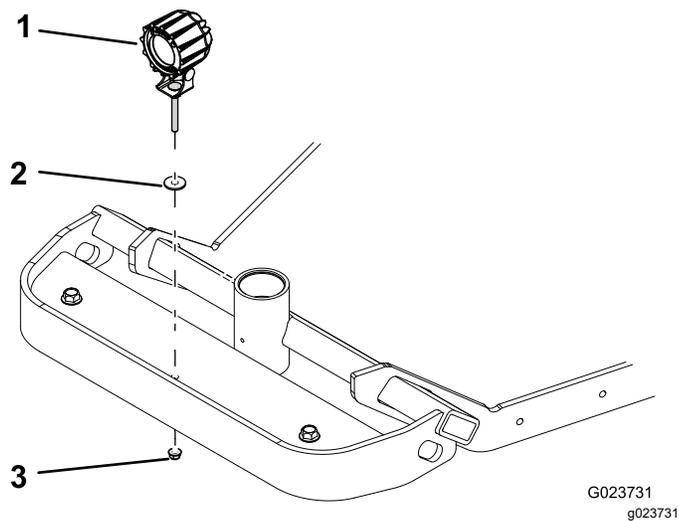

Figura 3
- Monte la luz delantera a la parte delantera de la máquina con una arandela de pivote y un perno con arandela prensada (Figura 3).